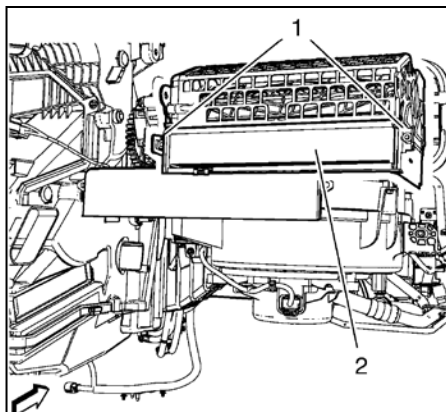

Fig. 6
14. Retirez deux attaches (1) et retirez le filtre à air du compartiment passager (2) (voir Fig. 6).